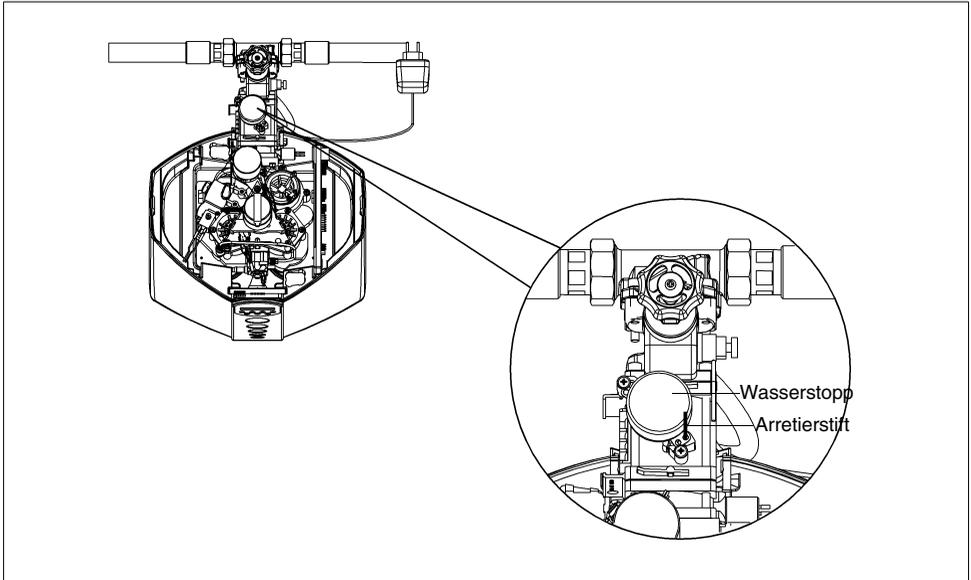

Abb. 21: Wasserstopp
- Roten Arretierstift entfernen. (siehe Abb. 21)